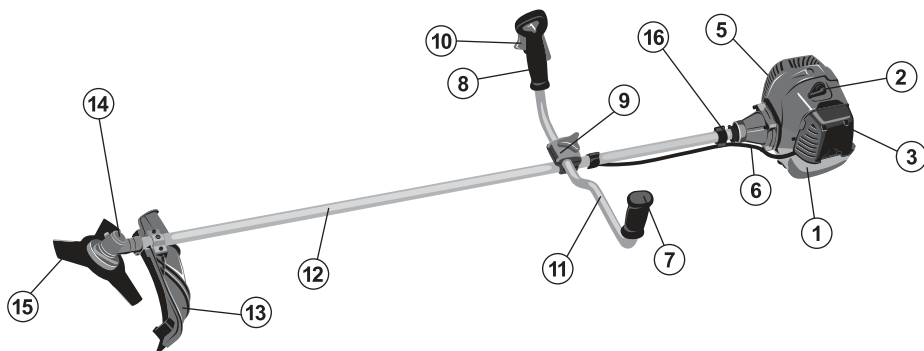
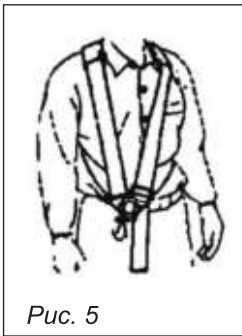

Рис.2. Расположение основных элементов бензотриммера:
Рис. 5
Основные элементы и части бензотриммера представлены на рис. 2.
Ремень крепится к штанге с помощью держателя (16) (рис.2). Согласно рис.5 наденьте ремень на шею и пристегните карабин за одно из отверстий в держателе (16) (см. рис.2).